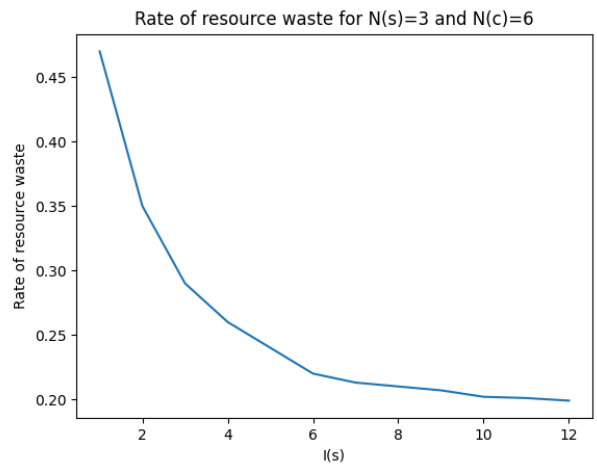

Figure2
1. 在分析Interval和资源浪费率的关系时，通过尝试更大的Interval，我们会发现最终资源浪费率不会一直减小，而是会慢慢趋近于一个定值，也就是 Figure2 图中斜率变化会更平缓，通过这个信息，我们可以知道一味的提高发车间隔不能帮助我们持续有效降低资源浪费率，但会显著影响运送时间，这点在之后与时间成本可以作一个综合考量